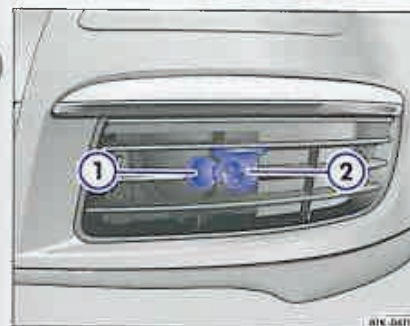

Fig. 62 În bara de protecție stânga față: Imagine de referință a buclei pentru preîncălzirea motorului.
- Deschideți capacul ⇒ pagina 111, fig. 62 ①.
- Introduceți cablul în buclă ② ⇒ ⚠.